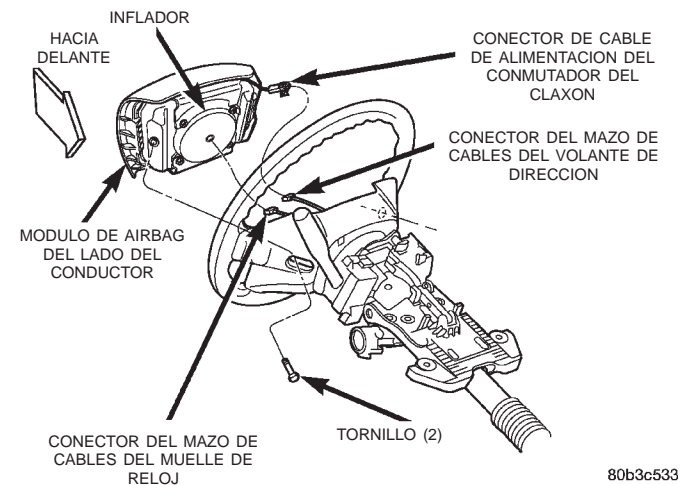

Fig. 4 Desmontaje e instalación del módulo de airbag del lado del conductor
(1) Desconecte y aisle el cable negativo de la batería. Si alguno de los módulos de airbag no se ha desplegado, espere dos minutos para permitir que se descargue el condensador del sistema, antes de proceder con el servicio.
(2) Desde la parte inferior del volante de dirección, retire los dos tornillos que fijan el módulo de airbag del conductor al volante de dirección (Fig. 4).